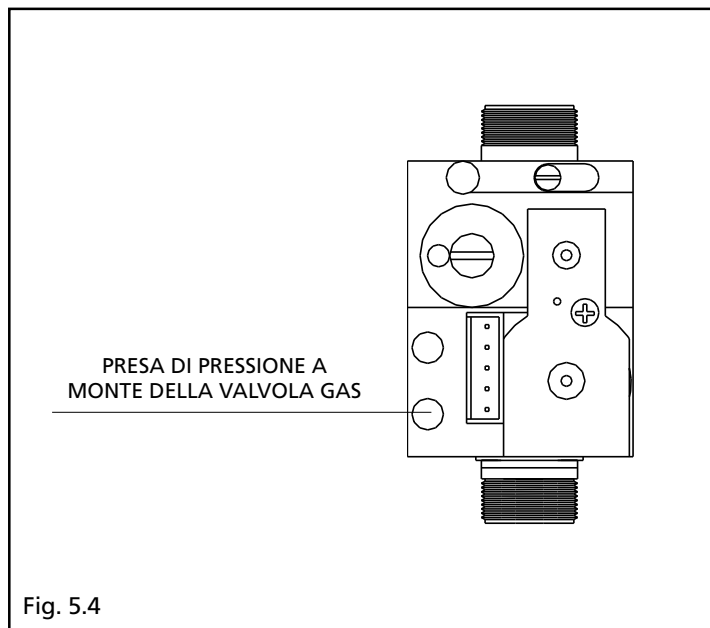

Fig. 5.4
- Svitare di circa due giri la vite della presa di pressione a monte della valvola gas (fig. 5.4) e collegarvi il manometro